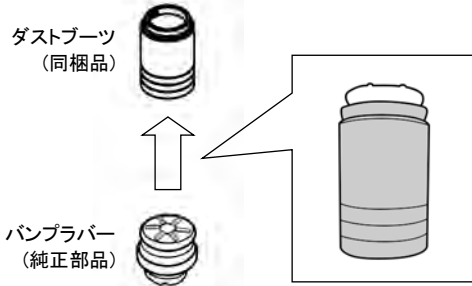

図4-1
1. バンプラバー（純正部品）をダストブーツ（同梱品）の下側から挿入し、組込んでください。（図4-1）